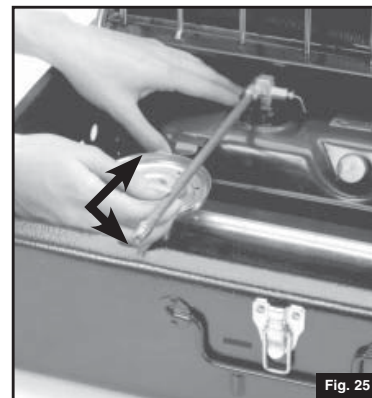

Fig. 25
- El tanque entra en el extremo izquierdo de la estufa con la ruedecilla de la válvula encajada debajo del doblez trasero de la caja. (Fig. 25)